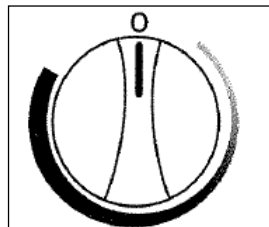

Fig. 2
- Pour arrêter le center de breuvages (arrêt du refroidissement), tournez le bouton de commande de la temp. à la position «0» (OFF) (**voir la Fig. 2**).
- Tournez la commande en position «OFF» (0) pour couper temporairement le cycle de refroidissement. Lorsque le center de breuvages n'est pas utilisé pendant une longue période, débranchez la prise de courant et laissez la porte partiellement ouverte. Régler la commande à la position "OFF" pour arrêter temporairement le cycle de refroidissement. Si le center de breuvages ne doit pas être en marche pendant quelques temps, débranchez la prise et laissez la porte entre-ouverte.